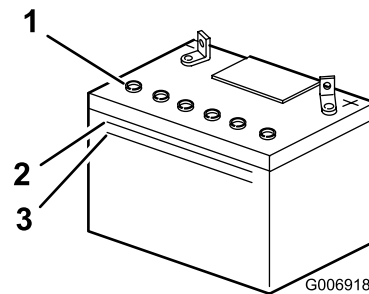

Bild 32
2. Sehen Sie sich die Seite der Batterie an. Der Füllstand muss bis zur oberen Linie reichen (Bild 32).
Hinweis: Der Säurestand darf nicht unter die untere Linie fallen (Bild 32).
2. Entfernen Sie die Fülldeckel (Bild 32).
3. Gießen Sie langsam destilliertes Wasser in jede Batteriezelle, bis der Füllstand den unteren Teil des Rohrs erreicht (Bild 32).